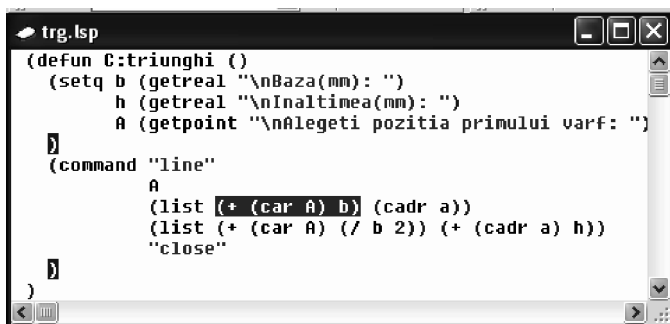

Fig. 12.13 Evidențierea listei interioare
9. Din meniul **Debug** se selectează din nou *Step into*. Este evidențiată lista interioară **(+ (car A) b)** – Fig. 12.13.